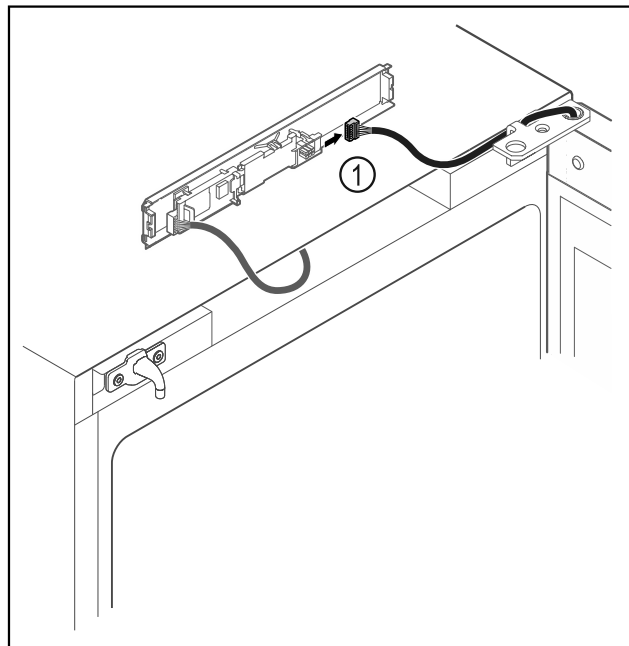

Fig. 15
- ▶ Vtič Fig. 15 (1) odstranite s tiskanega vezja.